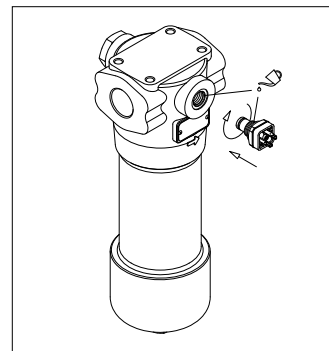

fig. 15
- (Fig. 15) Lubrificare con il fluido di lavoro il filetto e l'O-ring del corpo indicatore, quindi avvitarlo facendo riferimento alla tabella delle coppie di serraggio al paragrafo 3